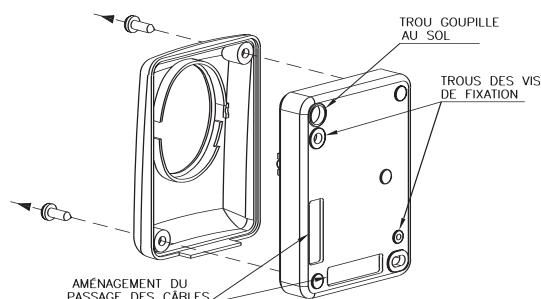

fig. 2
- retirer le capot du tableau de commande en retirant les 2 vis de fixation et ouvrir les anneaux aménagés pour le passage des câbles (fig.2)